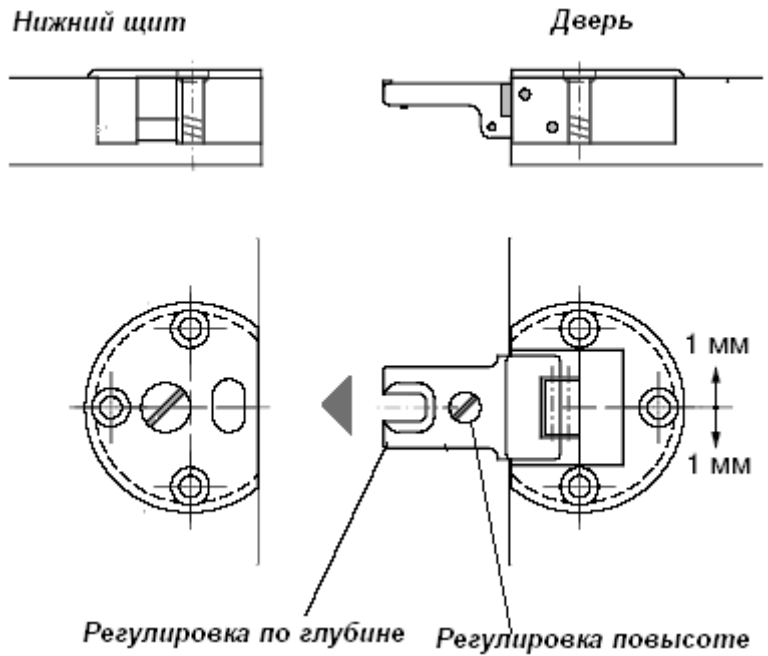
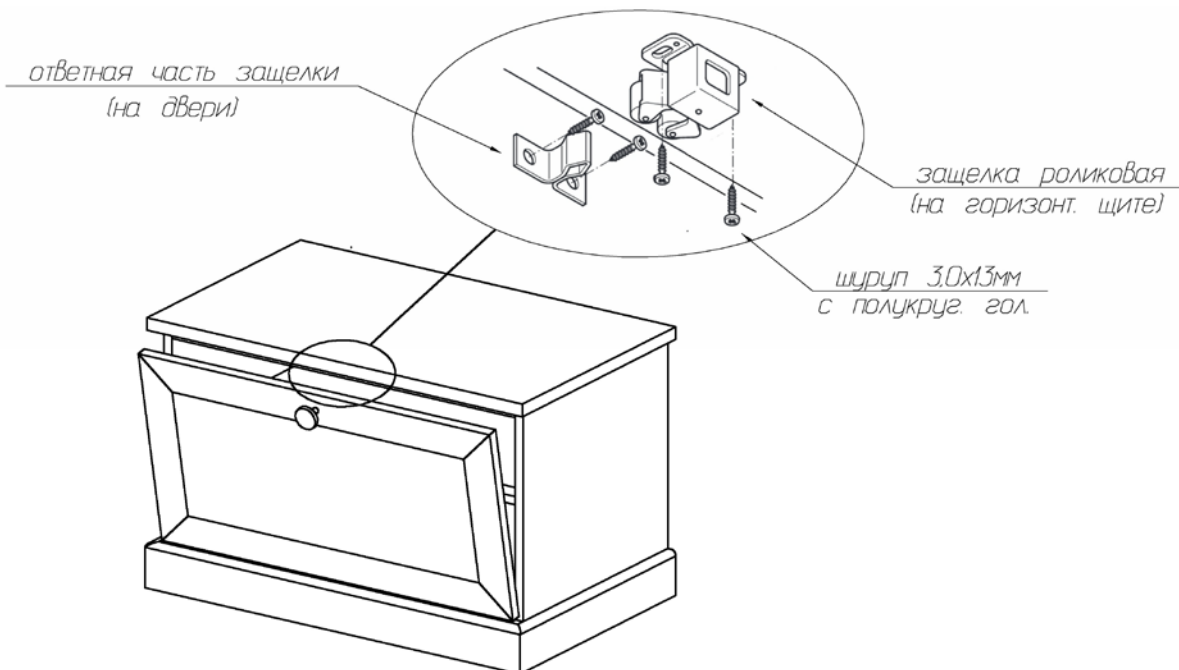

Рис. 4
Рис. 5
4. На нижний щит (83) и в гнезда откидной двери установить элементы секретерных петель с помощью шурупов 3,5x13мм (рис.4).
5. Установить опоры на боковые стенки (80), (81) с помощью шурупов 3,5x13мм.
6. На горизонтальный щит (82) и откидную дверь установить роликовые защелки шурупами 3,0x13мм с полукруглой головкой (рис.5).